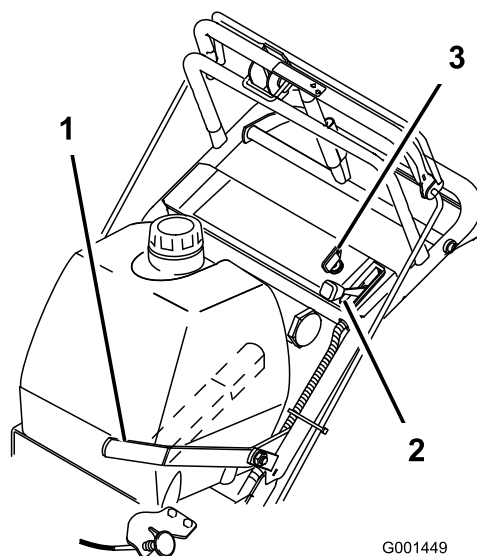

Figura 7
5. Gire la llave de contacto a la posición de **marcha** (Figura 7).
8. Tire del mando del estérter si el motor está frío (Figura 7).
1. Mueva la palanca del acelerador a la posición de **lento** (Figura 7).
3. Haga girar la llave de contacto a **Desconectado** (Figura 7).